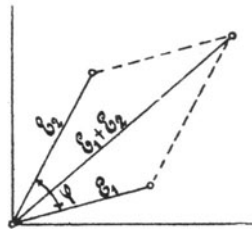

Fig. 88.
**Gesetz 23:** Die Summe der Maximalwerte zweier elektromotorischer Kräfte, die einen Winkel  $\varphi$  miteinander bilden, ist die durch den Winkel gehende Diagonale des Parallelogrammes, das aus den beiden elektromotorischen Kräften gebildet wird (Fig. 88).